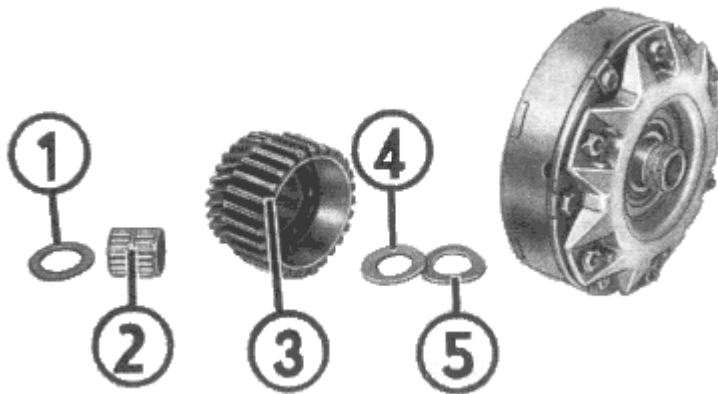

Bild 77. Einbaureihenfolge
Mit der Meßvorrichtung 05-ML 13-4 ermittelt man das vorhandene Axialspiel. Die Meßvorrichtung wird dazu ohne Federscheibe (5) und Anlaufscheibe (4) Bild 77 aufgesetzt. Durch axiale Bewegung des inneren Mitnehmers kann die Axialluft von der Meßuhr abgelesen werden.